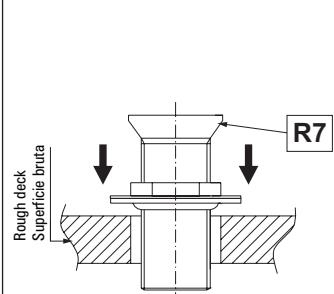

FIG. 5B
- Position the connector (**R7**) with top nut (**R10**) and washers (**R9 & R8**) in the axis of the side hole in the rough deck (from the top of the deck/bath rim). **Fig. 5B**
- Situar el manguito (**R7**) con la tuerca superior (**R10**) y las arandelas (**R9 y R8**) en el eje de la perforación lateral de la superficie bruta (desde arriba de la superficie/borde de la bañera). **Fig. 5B**